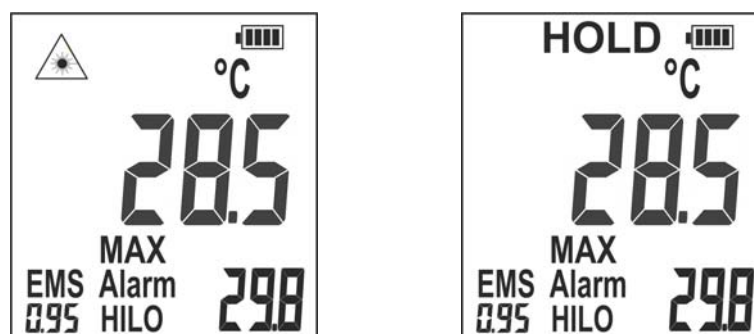

Abb. 18: Anzeige der Messergebnisse
7. Die Trigger **T** Taste loslassen, um die Messung anzuhalten und den letzten gemessenen Wert auf dem Display einzufrieren. Das Symbol "" verschwindet und die Angabe "HOLD" erscheint im Display (siehe Abb. 18).